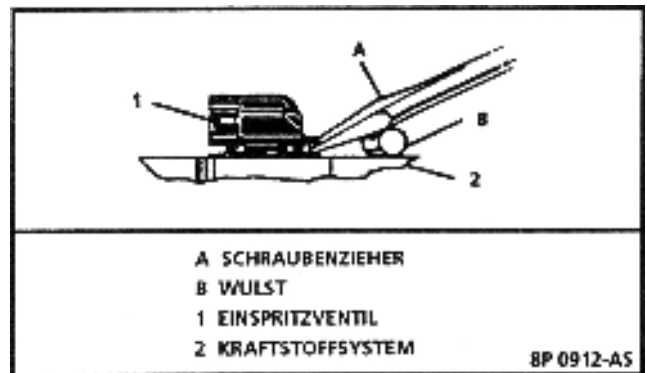

Bild 3.2-15 Ausbau des Einspritzventils - TBI-Modell 700
3. Schraubenzieher, wie in Bild 3.2-15 dargestellt, an der Wulst anwinkeln und Einspritzventil mit Hebelwirkung nach unten, sorgfältig herausdrücken.